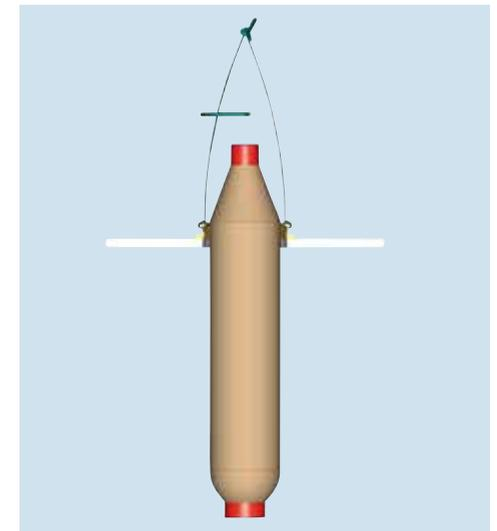

Abb. 2: Voller Kops
- 5 Den Ballon bei vollem Kops prüfen (Abb. 2):